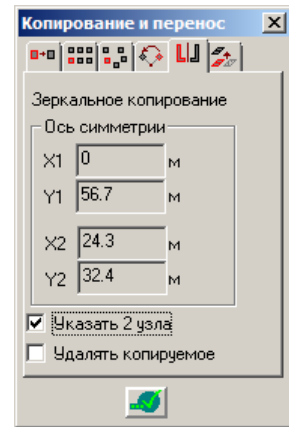

Рис.13.4.6. Окно диалога **Копирование и перенос** (закладка **Зеркальное копирование**)
- щелкните на закладке  — **Зеркальное копирование** (рис. 13.4.6);